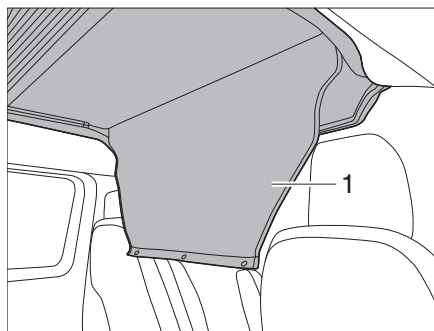

Fig. 3 Arrotolamento della copertura di passaggio
- Aprire e arrotolare la copertura di passaggio (Fig. 3,1).